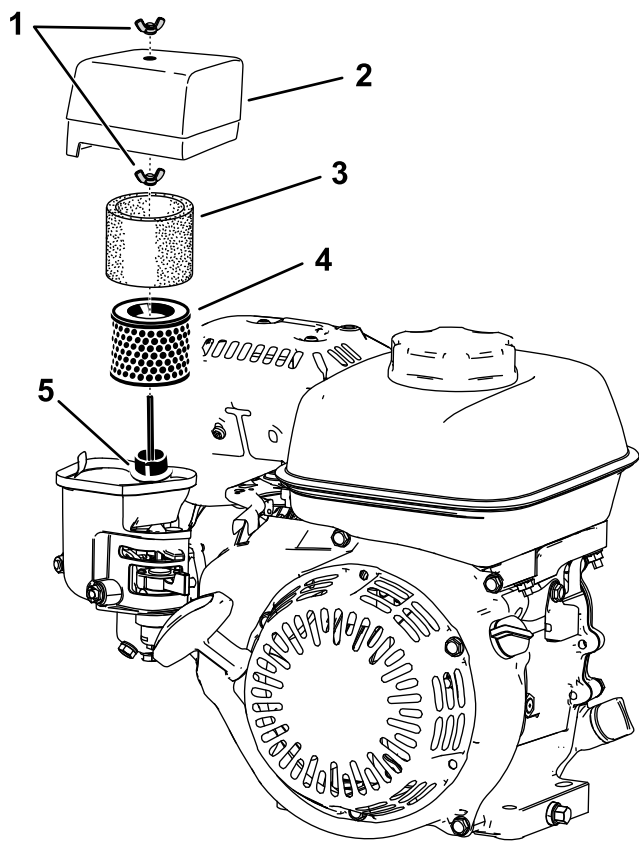

Figure 33
- Retirez l'écrou à oreilles qui fixe le couvercle du filtre à air (Figure 33).